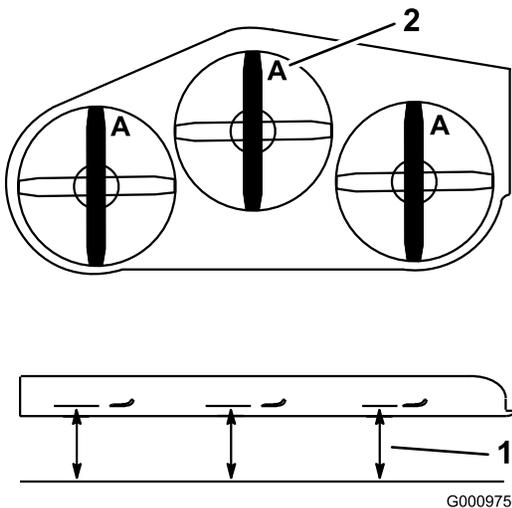

Рисунок 76
- Измерьте расстояние от горизонтальной поверхности до режущей кромки ножей в положении **A**, (Рисунок 76).